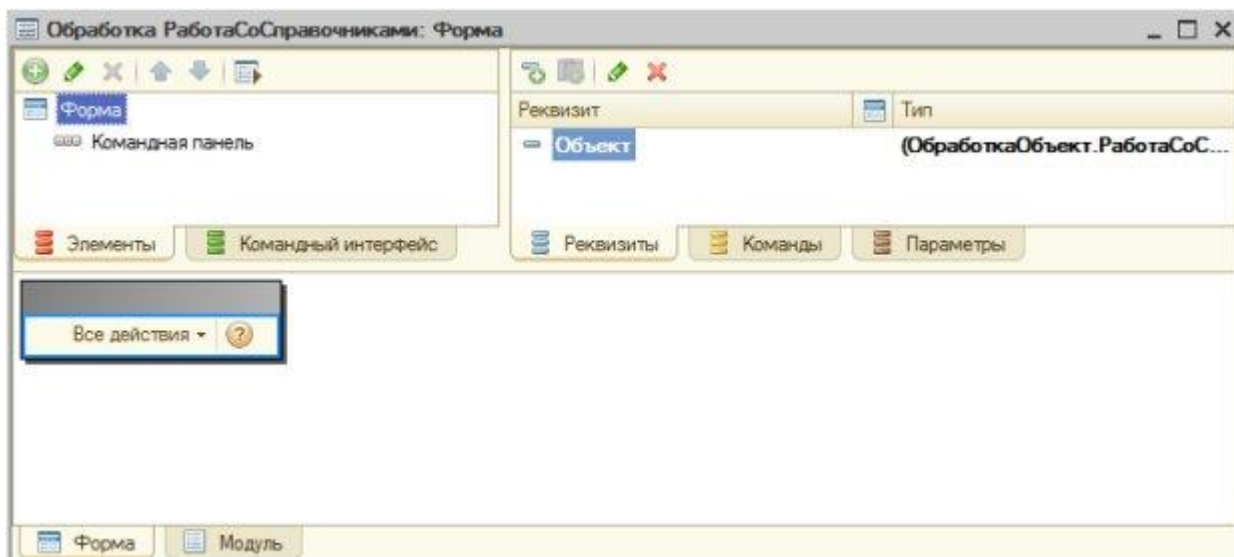

Рисунок 8.2- Форма обработки
2. Включим новую обработку в состав подсистемы **Администрирование** на закладке **Подсистемы**. Перейдем на закладку **Формы** и создадим форму обработки. Наша обработка не имеет реквизитов – сразу после запуска конструктора формы обработки, мы можем нажать на кнопку **Готово** и увидим пустую форму обработки, Рисунок 8.2.